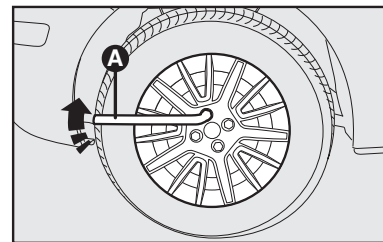
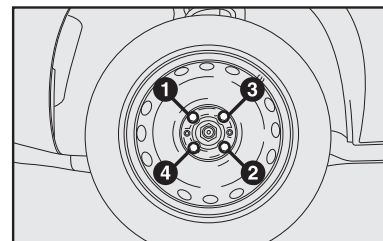

fig. 11
fig. 12
- Apriete a fondo los tornillos, **A-fig. 11** pasando de un tornillo al otro diametralmente opuesto siguiendo el orden ilustrado en la **fig. 12**.